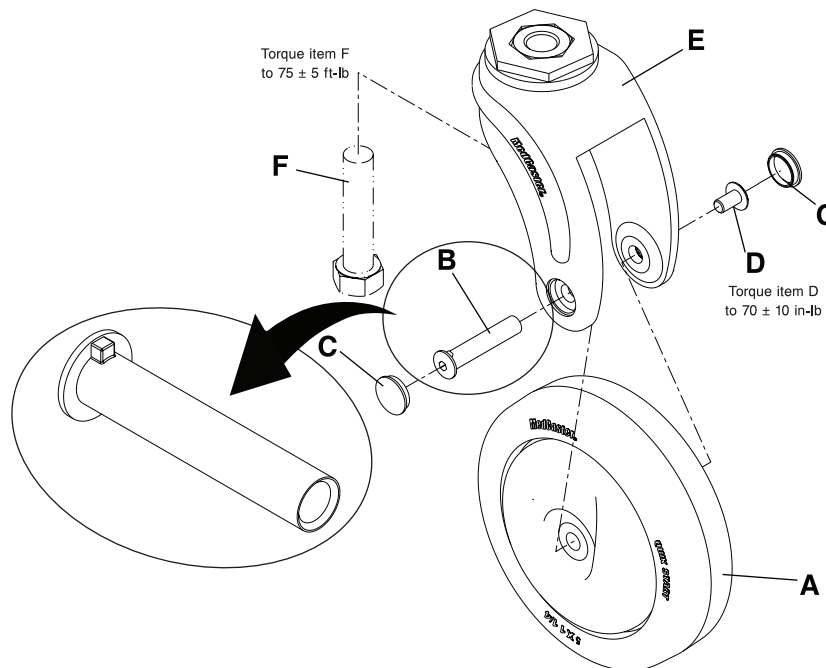

図15-26: 前輪キャスターアセンブリの交換
2. ピックを使用してキャスターの車軸用バレルナット カバー (C) を取り外し、廃棄します (15-44ページの図15-26)。
3. 5/32"六角レンチ2本を使用し、車軸用バレルナット (B) および車軸ネジ (D) を取り外します。車軸用バレルナットおよび車軸ネジを廃棄します。
4. 前輪キャスターの車輪 (A) を把持したら外側に引っ張り、フォーク (E) から車輪を取り外します。前輪キャスターの車輪を廃棄します。
5. 3/4"ソケットおよび3/8"駆動ラチェットを使用してボルト (F) を取り外し、車いすフレームからフォーク (E) を取り外します。フォークを廃棄します。
6. 手順2~5を逆から行い、供給された前輪キャスターの車輪アセンブリを取り付けます。フォークにキャスターを取り付ける前に、3/8"駆動トルクレンチ ( ft-lb ) を使用して、ボルト (F) を  $75 \pm 5$  ft-lb (  $102 \pm 7$  Nm ) のトルクで締めます。3/8"駆動トルクレンチ ( in-lb ) を使用して、車軸ネジ (D) を  $70 \pm 10$  in-lb (  $8 \pm 1,1$  Nm ) のトルクで締めます。
注記: 車軸用バレルナット (B) のヘッドがロックされます (15-44ページの図15-26)。キャスター フォーク (E) に適切にナットを配列します。